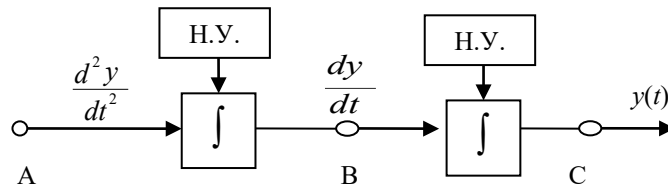
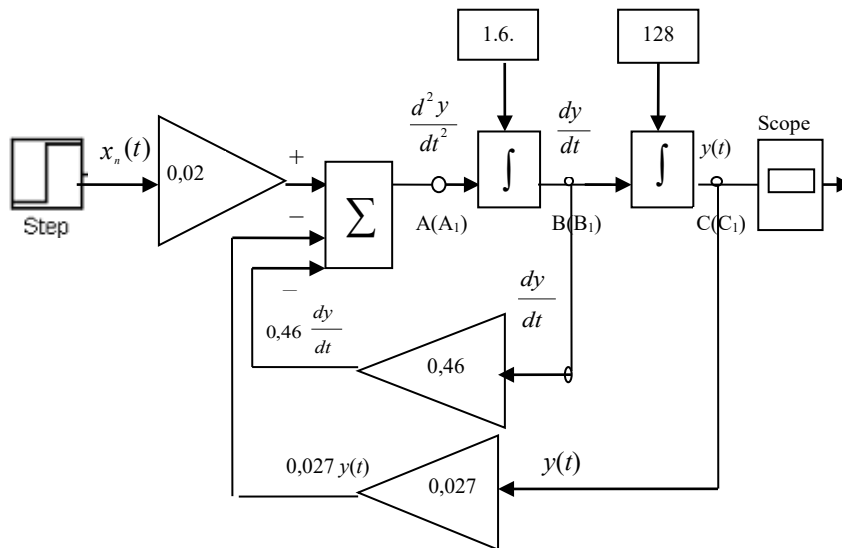

Рис. 2.44
Рис. 2.46
**Этап 2.** Понизить порядок производной - это значит проинтегрировать  $\frac{d^2 y}{dt^2}$ , затем  $\frac{dy}{dt}$  и в результате получить  $y(t)$ . Сделать это можно, смоделировав схему, включающую последовательно блоки - интеграторы (рис.2.44).
**Этап 4.** Равенство (2.4), которое происходит из физической сущности моделируемого процесса, выполняется в любой момент времени  $t$ . Реализовать это требование легко – достаточно замкнуть схемы, показанные на рис. 2.44 и 2.45. При этом сольются точки А и  $A_1$ , В и  $B_1$ , С и  $C_1$  (рис. 2.46).
**Этап 5.** Чтобы завершить моделирование схемы (рис.2.46) следует установить начальные условия (2.2) и (2.3), которые определяют единственность решения дифференциального уравнения и присоединить блок ступенчатого входного сигнала, который моделирует входное воздействие  $x_n(t)$ .
В соответствии со схемой на рис. 2.46 нам необходимо иметь:
2. Теперь необходимо связать между собой эти звенья, соединив их в соответствии со схемой на рис. 2.46.